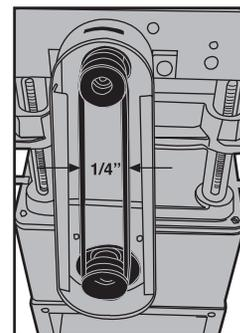

FIG.15
4. La tensión adecuada se logra cuando hay una desviación de aproximadamente 6,3 mm (1/4") en la distancia central entre las bandas al aplicar presión con el dedo, fig.15.